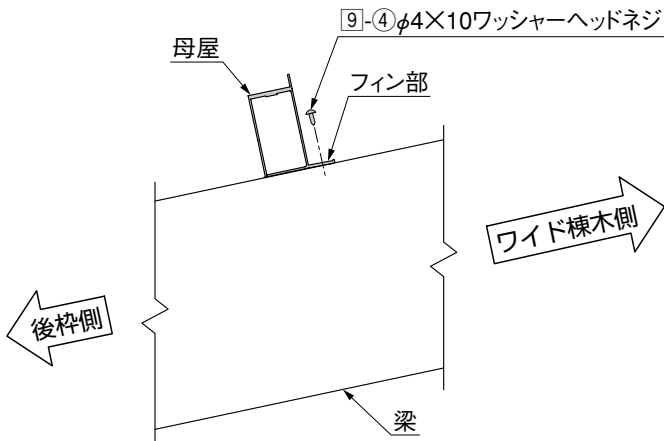

図3-3
❸ ワイド棟木側にフィン部を向けて、母屋を梁に9-④で取付けてください。(図3-3参照)